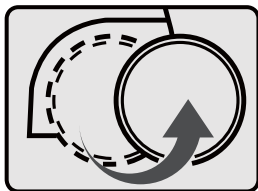

Fig.1
- > Pour déplacer la machine, tirez d'abord la petite roue pour la sortir puis poussez-la en arrière [Fig. 1].